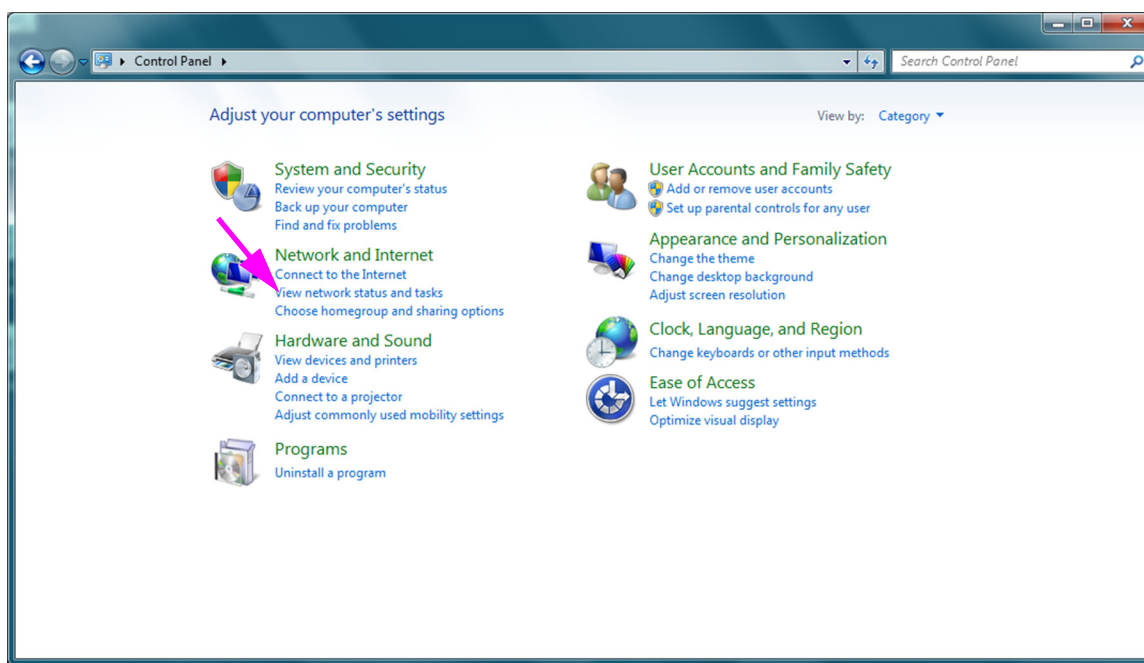

Figura 2-37. Finestra All Control Panel Items (Tutti gli elementi del Pannello di controllo) – Visualizzazione Category (Categoria)
3. Selezionare **Control Panel (Pannello di controllo)**. Se la visualizzazione è impostata per **Category (Categoria)**, l'aspetto della schermata sarà simile a quello della Figura 2-37.